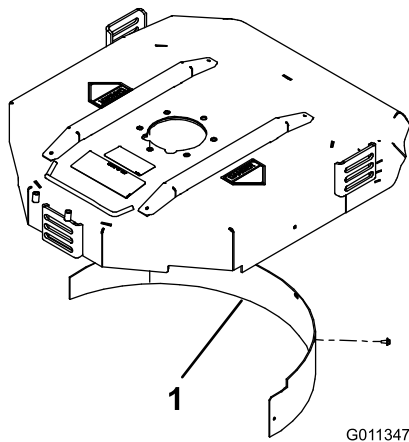

図 6
2. 後部の取り付け穴にマルチング・バッフルを取り付け、フランジ・ヘッド・ボルト 5 本で固定する（図 6）。